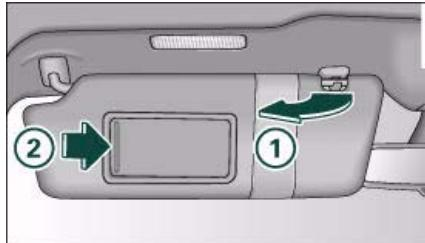

Fig. 49 Lado del conductor: Parasol
El parasol puede extraerse de la fijación y girarse hacia la puertas ⇒ fig. 49 ①. En esta posición también es posible desplazar el parasol longitudinalmente*.